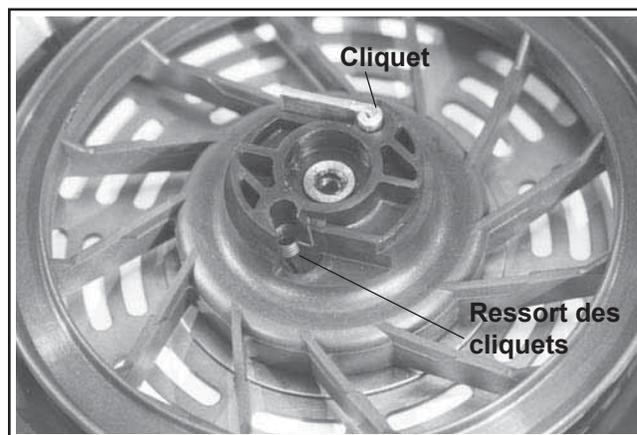

Figure 7-9. Installation des ressorts des cliquets et des cliquets.
3. Installer les ressorts des cliquets et les cliquets dans la poulie du lanceur. Voir la Figure 7-9.